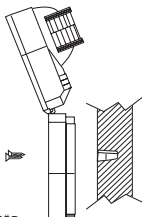

Fig. 6
- Kabel kan anslutas antingen rakt bakifrån genom väggen eller underifrån, Se fig.6.
- Använd husets baksida som mall för att markera för håltagning, Se fig.6. Borra därefter och använd vid behov plugg.